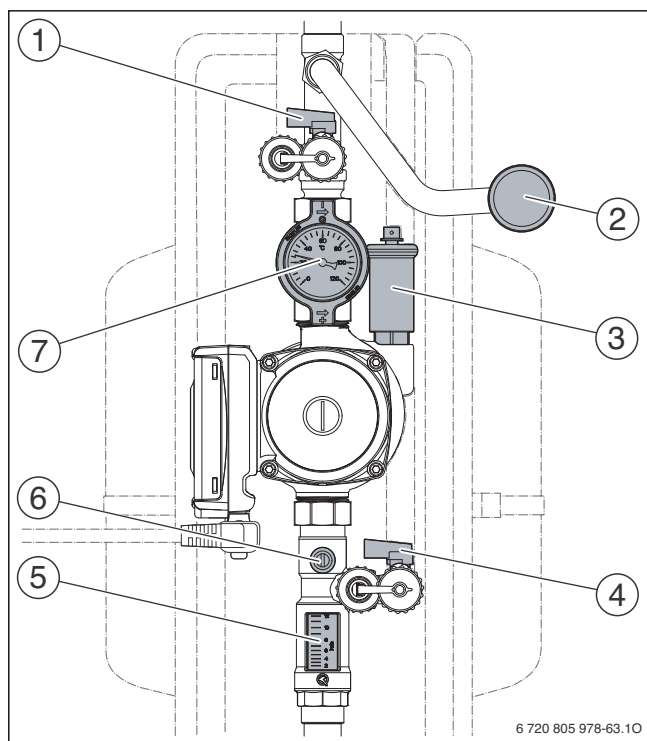

Fig. 78 Panoramic view of the solar group
- Durante le procedure di accensione, controllare il manometro (→ fig. 78, [2]) sul gruppo solare.
i Se il manometro (→ fig. 78, [2]) indica oscillazioni di pressione all'accensione e allo spegnimento del circolatore solare, sfiatare nuovamente il sistema solare termico.
- Far funzionare per circa 10 minuti il circolatore solare. Controllare la circolazione sul misuratore di portata (→ fig. 78, [5]).
- Sfiatare nuovamente l'impianto solare con il disaeratore automatico integrato sul circolatore solare (→ fig. 78, [3]) e impostare una pressione d'esercizio di 2,5 bar. Fare attenzione in caso di impianti con una differenza di altezza oltre i 12 m cap. 8.1.
- Leggere la portata sul limitatore di portata (→ fig. 78, [5]).
- limitare la portata con la vite di taratura del limitatore di portata (→ fig. 78, [6]) finché non viene raggiunta la portata massima.